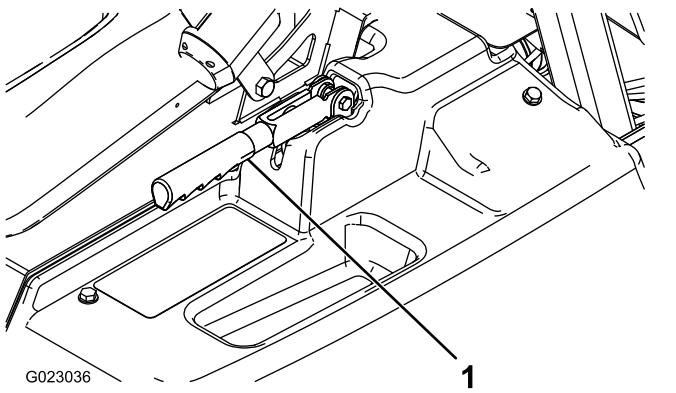

Figure 48
2. Desserrez la vis de fixation du pommeau sur le levier du frein de stationnement (Figure 48).